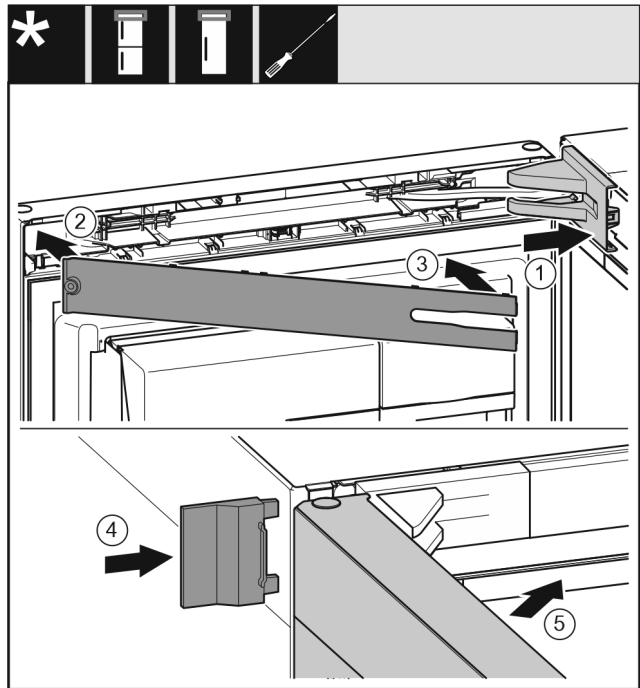

Fig. 22
- ▶ Uzlieciet un nofiksējiet gultņa balsta pārsegu, ja nepieciešams, uzmanīgi atspiediet. Fig. 22 (1)
- ▶ Uzlieciet aizsegu. Fig. 22 (2)
- ▶ Pievirziet aizsegu un nofiksējiet. Fig. 22 (3)
- ▶ Uzbīdīdiet ārējo pārsegu. Fig. 22 (4)
- ▶ Aizveriet augšējās durvis. Fig. 22 (5)